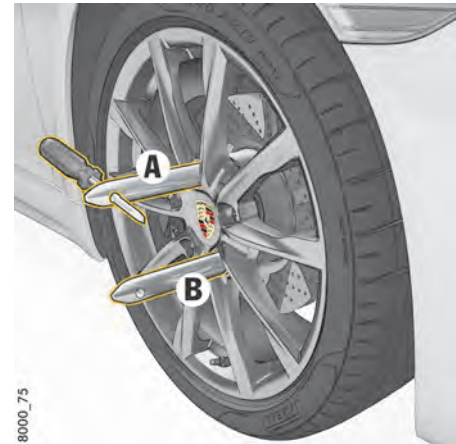

図 120: アセンブリ・エイド
1. PCCB 非装備車：ホイール ボルト A を取り外してください (図 .120)。
PCCB 装着車：ホイール ボルト A および B を取り外してください (図 .120)。
2. 取り外したホイール ボルトの代わりに、ホイール取り付け補助工具 (図 .120) をねじ込んでください。